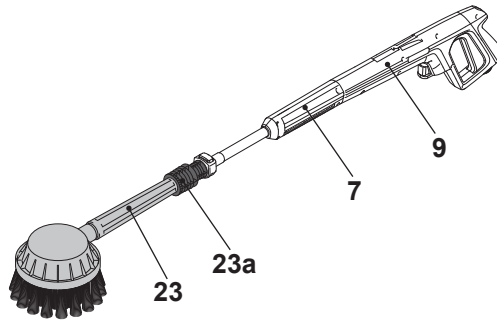

Fig. 10
1. Coloque la lanza de extensión (7) en la pistola pulverizadora (9) (Fig. 10).
2. Fije el cepillo giratorio (23) a la lanza de extensión.